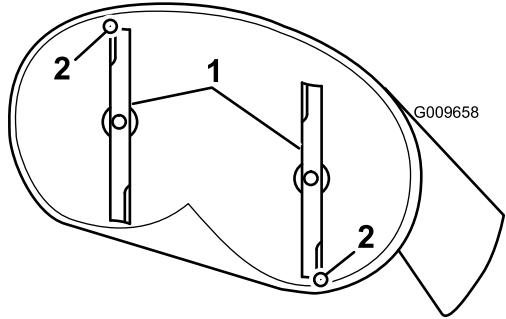
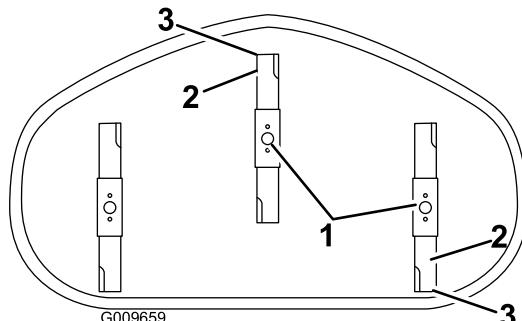

Figura 53
Figura 54
- Gire cuidadosamente las cuchillas colocándolas en el sentido de avance de la máquina (Figura 53 y Figura 54).
- Mida entre la punta de la cuchilla delantera y la superficie plana y entre la punta de la cuchilla trasera y la superficie plana (Figura 53 y Figura 54). Si la punta de la cuchilla delantera no está entre 1,6 y 7,9 mm más baja que la punta de la cuchilla trasera, ajuste la contratuerca delantera.
- Compruebe la inclinación longitudinal de nuevo después del ajuste. Siga ajustando la tuerca hasta que la punta de la cuchilla más avanzada esté entre 1,6–7,9 mm más baja que la punta de la cuchilla más atrasada (Figura 53 y Figura 54).